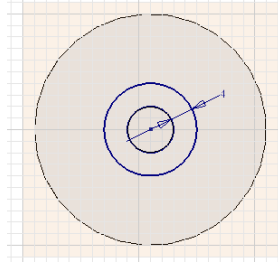

图 4-73 标注轴套厚度尺寸
(2) 在位创建轴套零件，选择图 4-73 中所示的平面新建草图，选择【投影几何图元】工具将轴的截面投影到当前草图中，然后选择【圆心、半径】工具绘制另外一个圆形以组成轴套的界面轮廓，选择【通用尺寸】工具为其标注如图 4-73 中所示的轴套厚度尺寸。